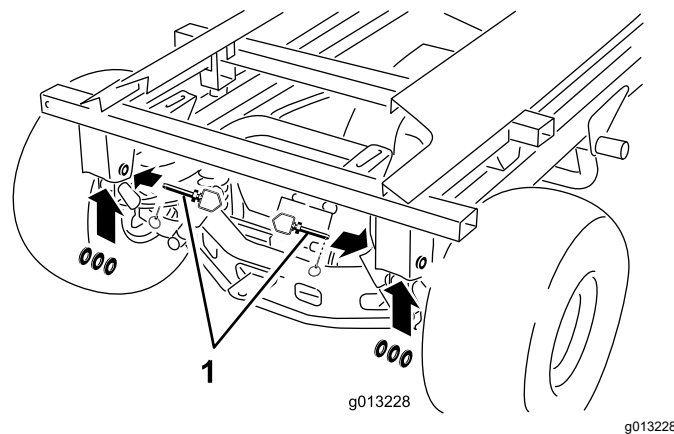

Figura 50
10. Îndepărtați cuiele de osie, tifturile de cuplare și aibele spate (Figura 50).